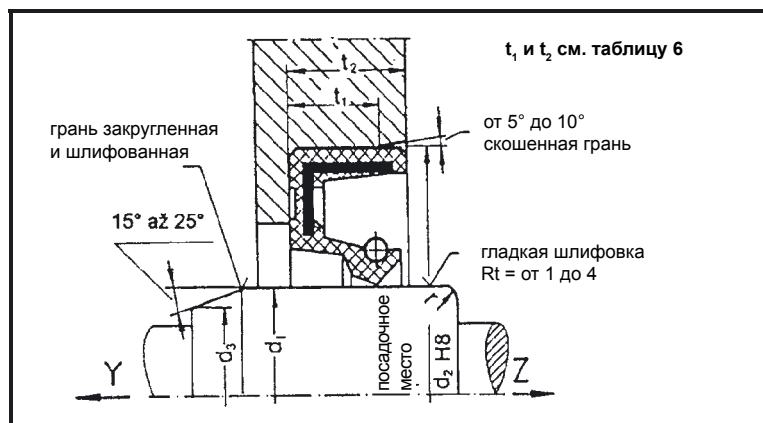

Рисунок 2
- со стороны Z (рис. 2) скруглить кромку R0.6...1 или выполнить фаску согласно таблице 4.
- со стороны Y (рис. 2) выполнить фаску согласно таблице 4.